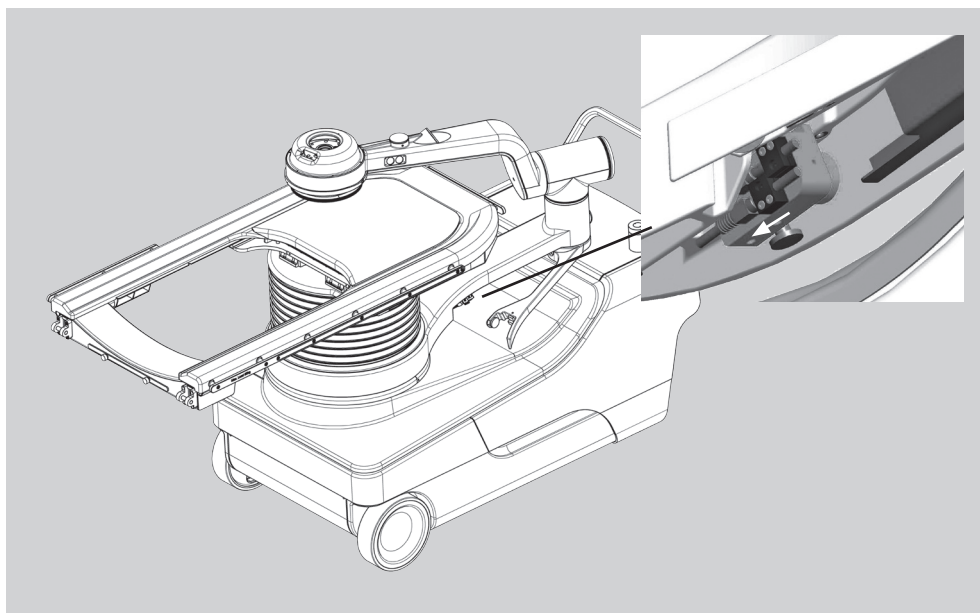

Figura 9-1 Alavanca de desbloqueio da cabeça de tratamento
- Para desbloquear o braço de tratamento, puxe a cavilha de desbloqueio na parte inferior da fixação do braço de tratamento e empurre-a na direcção da unidade hidráulica (Figura 9-1).